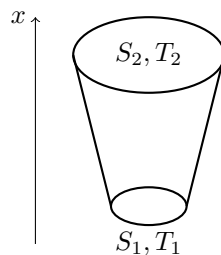

FIGURE 1 – Solide de section variable
**Exercice 4 :** Flux thermique dans un solide de section variable On considère un cône tronqué de hauteur  $h$  de sections  $S_1$  et  $S_2$  tel que  $S_2 > S_1$  comme le montre la figure 1. Le matériau constituant le cône a une conductivité thermique qui dépend de la température suivant la loi  $\lambda = \lambda_0 - \alpha T$  où  $\alpha$  est une constante réelle positive. Les section inférieure et supérieure du cône sont respectivement maintenues aux température  $T_1 > T_2$  et la surface latérale est isolée.